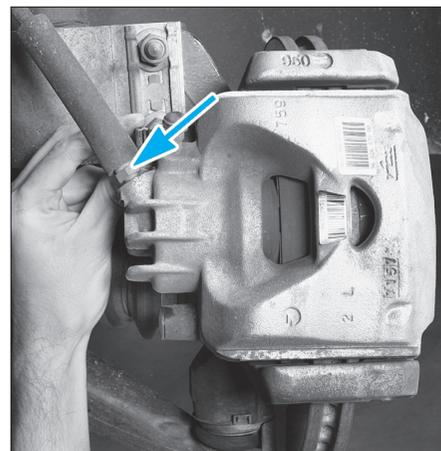

Fig. 16
- Dévisser la canalisation de frein de l'étrier (Fig.16).